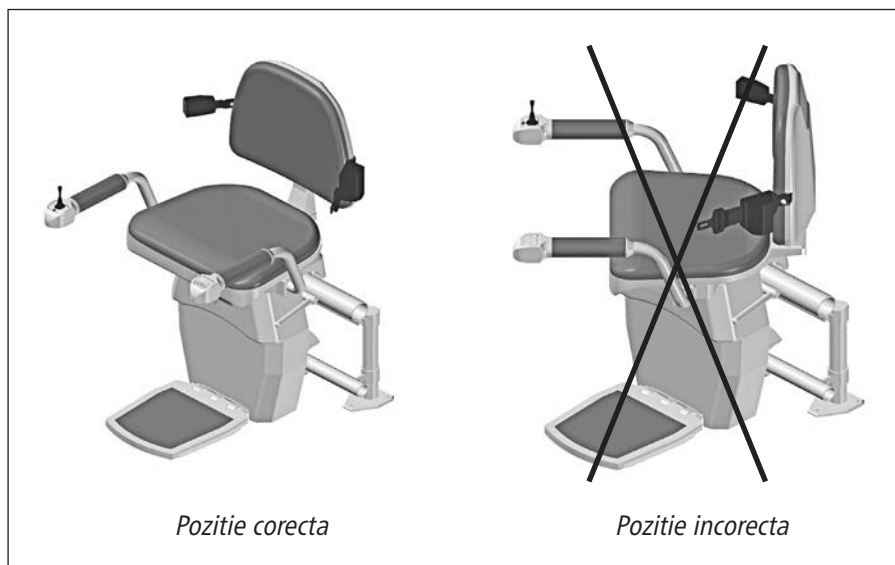

Fig. 6
- pentru revenirea spatarului și șezutului în poz. normală de mers fig. 6 se ține apăsat același buton în partea inversă
- verificati ca atat scaunul cat si bratele sa fie folosite in pozitie corecta de mers conf. fig. 6.